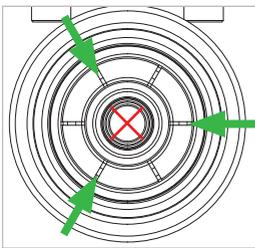

Abbildung 7
**Hinweis:** Achten Sie darauf, dass kein Reinigungsmittel in den Gaskanal (*Abbildung 7*) gelangt.
- ▶ Geben Sie je einen kurzen Sprühstoß mit dem Zielröhrchen zwischen jede zweite Spannzanze (Abbildung 7).
**Achtung:** Der Schmierstoff darf nicht in den Gaskanal gelangen (Abbildung 7).